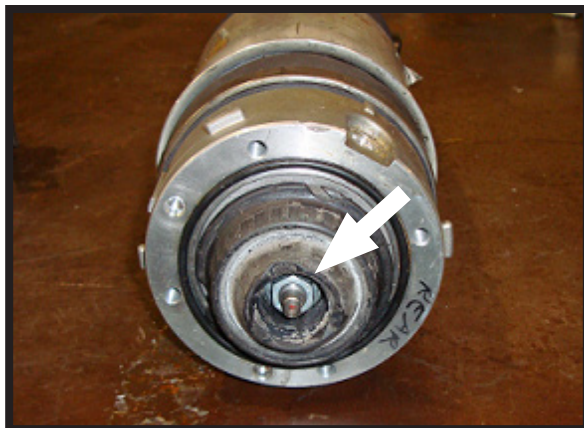

FIGURA 20-1
1. RIMUOVERE IL DADO SUPERIORE DELL'AMMORTIZZATORE. (FIGURA 20-1)